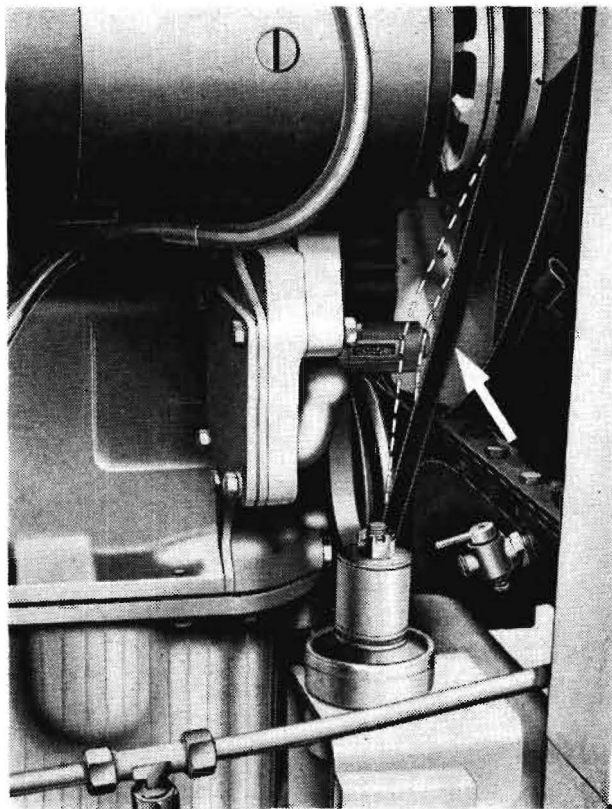

Bild 5/9
- Riemen­spannung des Lüfters alle 50 Betriebsstunden kontrollieren. Der Riemen muß so gespannt sein, daß bei einem Kraftaufwand von 30 bis 50 N (Bild 5/9) zwischen den Riemenscheiben der Kurbelwelle und der Lichtmaschine dieser sich um 10 bis 15 mm durchdrücken läßt. Die Nach­stellung der Riemen­spannung durch Schwenken der Lichtmaschine vornehmen.